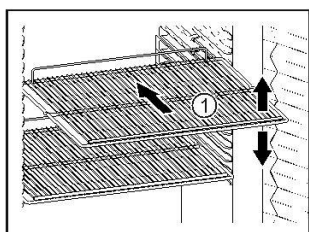

Fig. 55
- || Indien de legroosters Fig. 55 (1) verplaatsbaar zijn, deze aan de hoogte aanpassen.